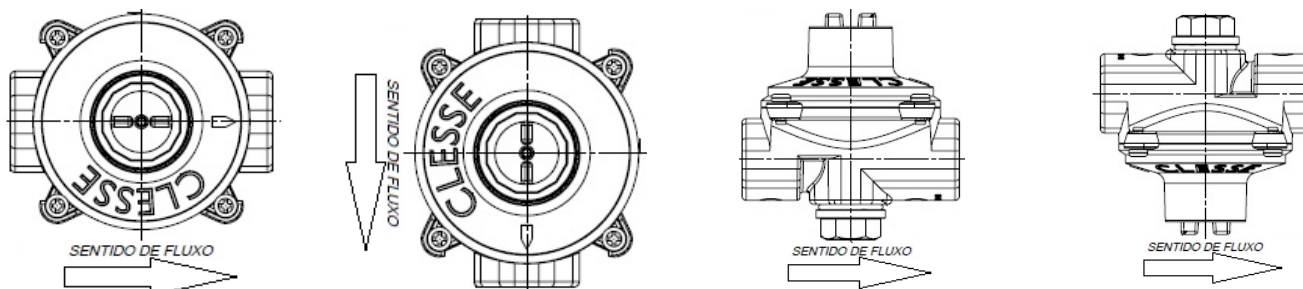

Figura 2 – Diferentes posições para a instalação
12. O Estabilizador de pressão pode ser instalado em diferentes posições (vide figura 2), como exemplo na direção vertical, ou na direção horizontal, desde que obedecendo o sentido de fluxo indicado no corpo (e na tampa).